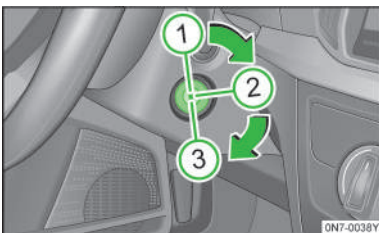

图 110
- ▶ 点火钥匙转到位置[3]» 图 110，见第 70 页，启动发动机。
- ▶ 点火钥匙转至位置“1”» 图 110，见第 70 页。